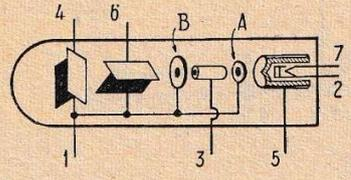

FIG. 2.
La figure 2 représente la structure réelle du tube. Dans les tubes à rayons cathodiques de petites dimensions, la cathode est reliée intérieurement à une extrémité du filament (2). Quand elle est chauffée par le filament, la cathode émet des électrons qui traversent un petit trou placé au centre de l'électrode de contrôle (5). En variant R₃, la polarisation sur l'électrode (5) peut devenir plus négative par rapport à la cathode, et on peut contrôler ainsi le nombre d'électrons, et en conséquence, l'intensité du faisceau électronique.